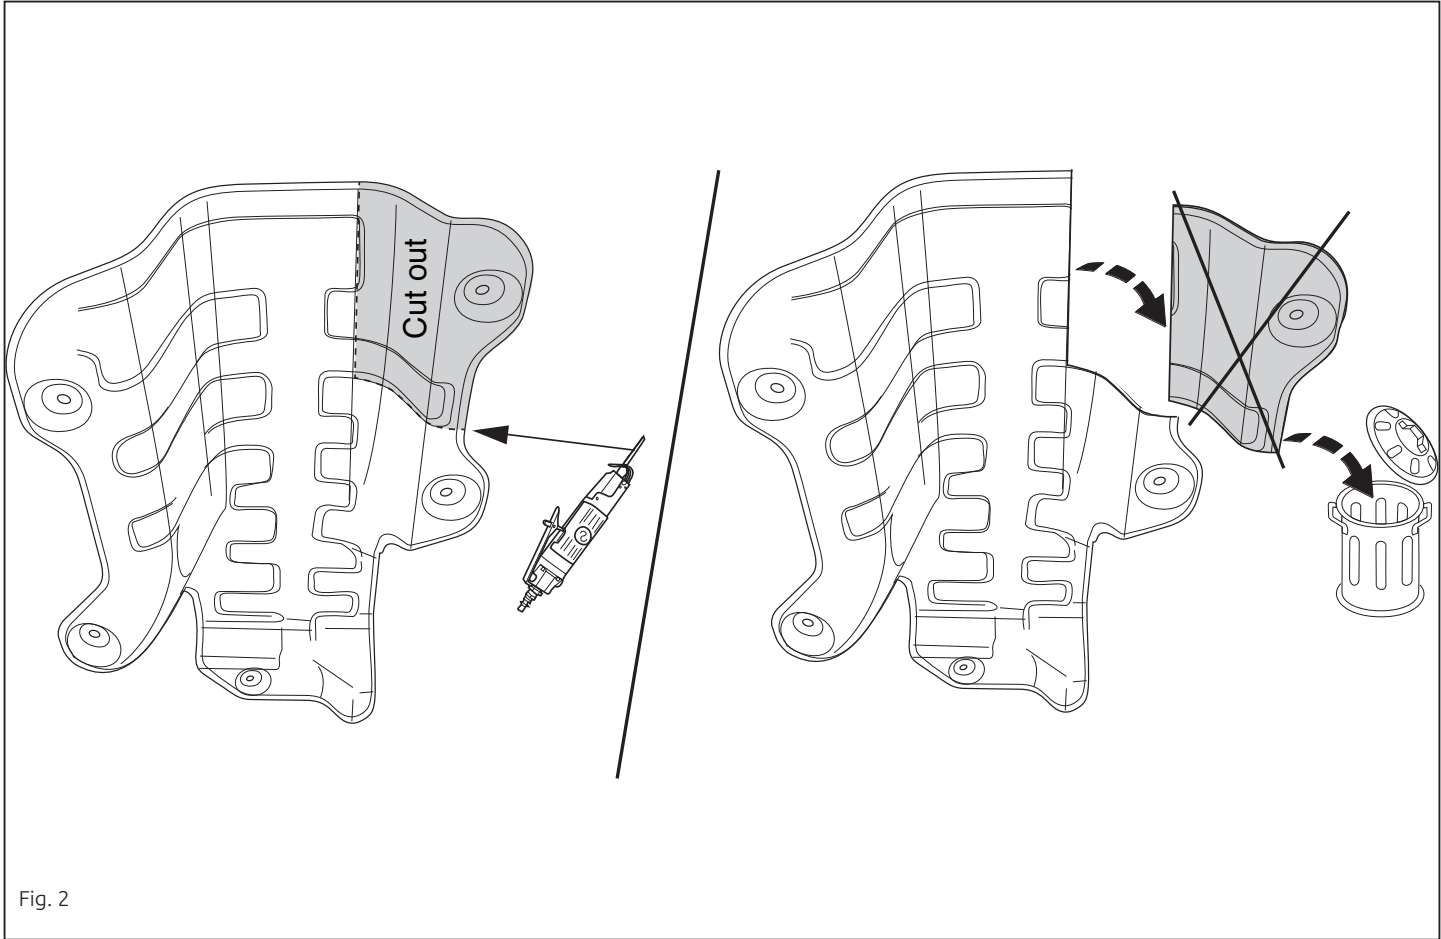

Fig. 2
6. Выпилить часть из теплозащитного экрана, как указано на рис. 2.